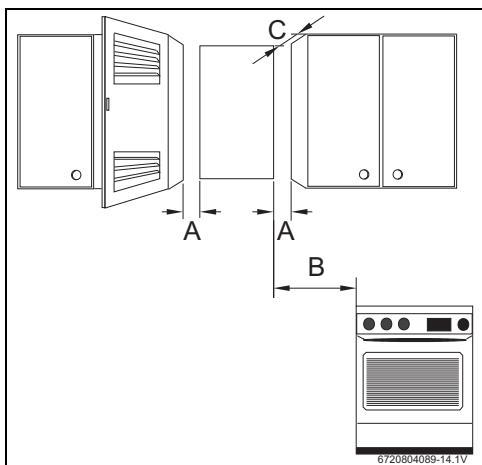

Fig. 19 Distâncias mínimas
- Respeitar as medidas mínimas de instalação indicadas na Fig. 19.
- Assegurar o bom acesso nos trabalhos de manutenção, respeitando as distâncias mínimas indicadas na Fig. 19.